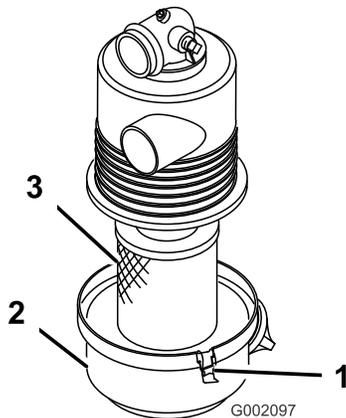

図 16
1. エアクリーナ本体にリーク原因となりそうな傷がないか点検してください。本体とカバーがシールでしっかり密着しているのを確認してください 図 16。
2. エアフィルタのカバーをエアフィルタのハウジングに固定しているラッチを外す 図 16。
3. ボディーからカバーを外し、カバーの内部を清掃する 図 16。
3. エアフィルタのハウジングにエレメントを取り付ける (図 16)。
4. エアクリーナのカバーとハウジングを合わせる 図 16。
5. カバーをハウジングにラッチで固定する (図 16)。